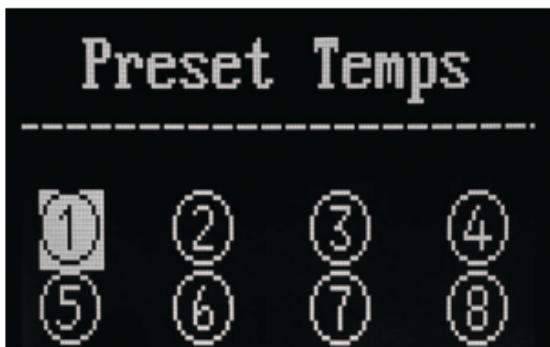

Рис.5
**Preset Temp** – окно вида (Рис.5). Вращением валкодера **CCT** выбираются ранее запомненные значения цветовых температур. Для запоминания текущего значения цветовой температуры (которая была установлена до входа в меню **Preset Temp**) длительно нажмите кнопку **CCT**, запомненное ранее значение изменится на новое.